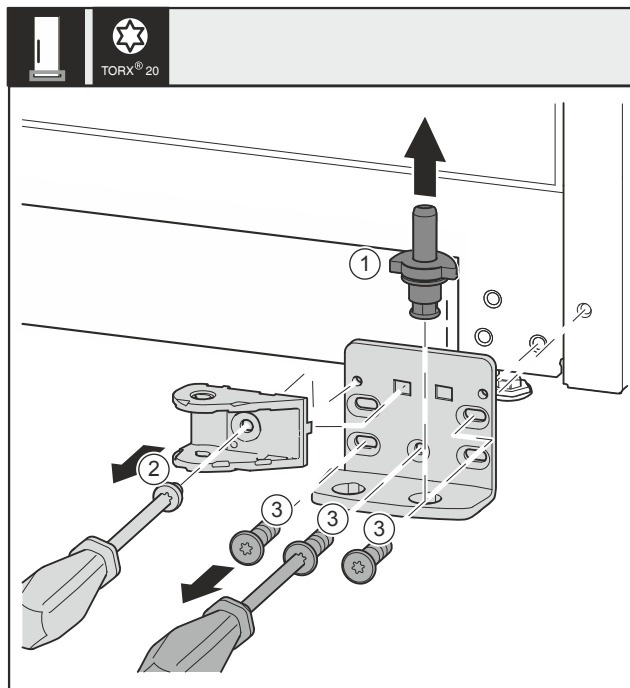

Fig. 33 *
- Izvucite svornjak ležaja Fig. 33 (1) potpuno prema gore.*
- Odvijačem odvrnite vijke Fig. 33 (2) i skinite spojni element prigušivača zatvaranja.*
- Odvijačem odvrnite vijke Fig. 33 (3) i skinite podložak ležaja.*